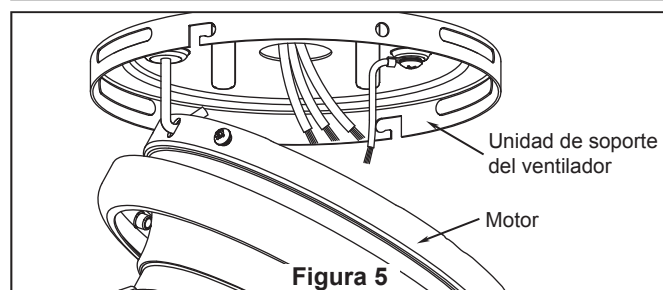

Figura 5
- ☐ 4. Cuelgue el motor del enganche del soporte de techo tal y como se muestra. (Figura 5). Ahora puede realizar el cableado eléctrico de su ventilador.